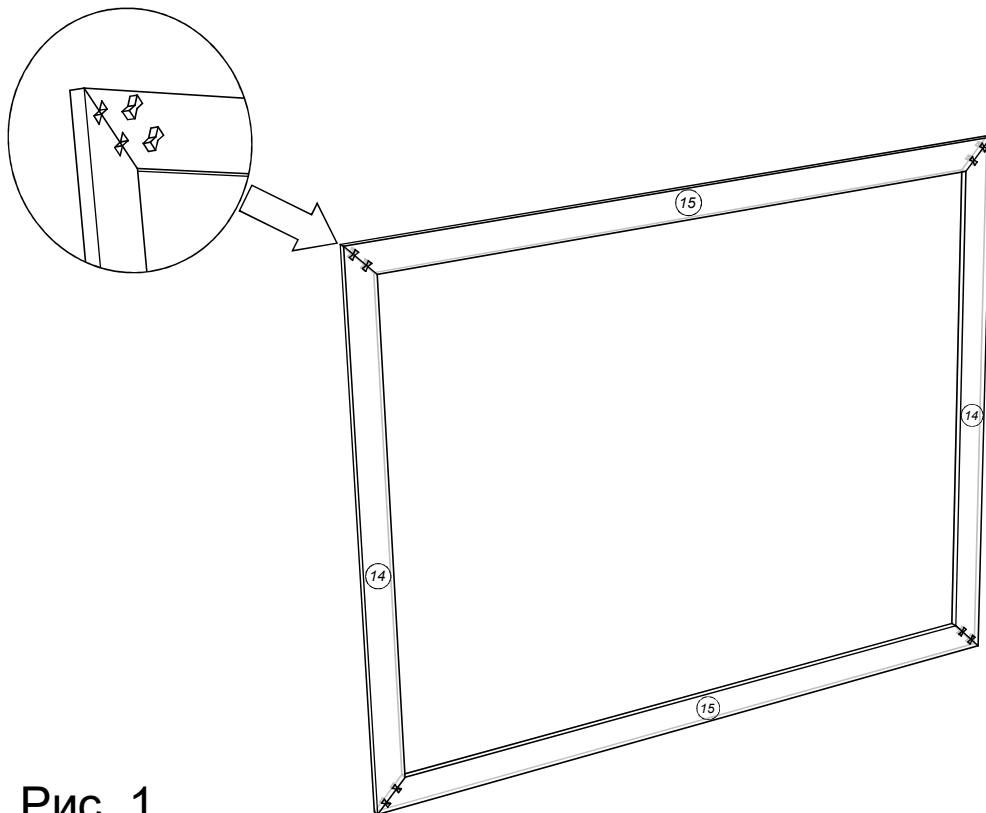

Рис. 1
- Собираем багеты 14 и 15 в рамку как показано на рис. 1 с помощью шпонок ласточек.